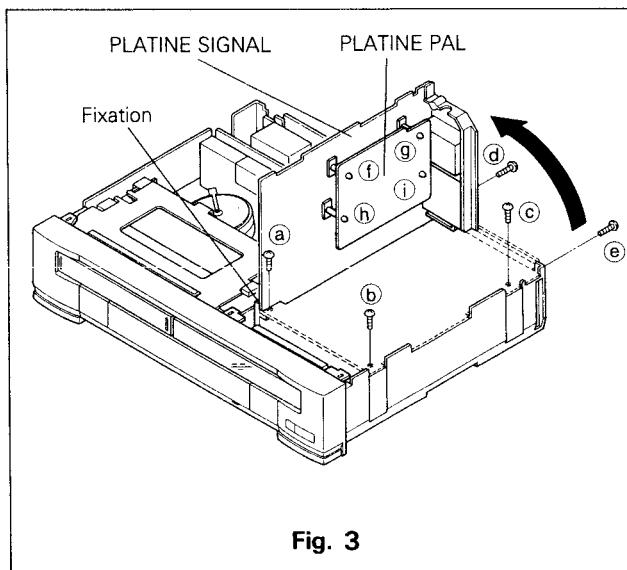

Fig. 3
- Dévisser les cinq vis de (a) à (e) comme le montre la Fig. 3.
- Positionner la platine signal dans les encoches du châssis comme le montre la Fig. 3.
- Débloquer les quatre supports (f) à (i) qui maintiennent la platine PAL comme montré en Fig. 3.